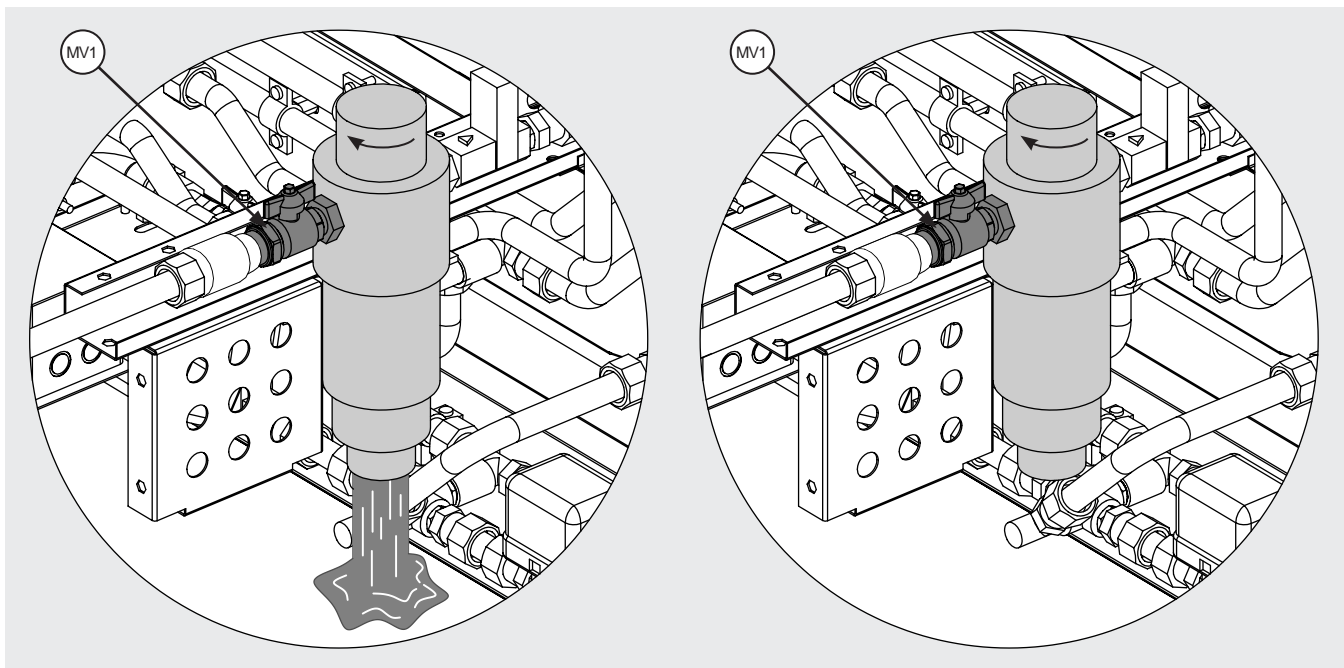

Figura 32
- 12.17.7 Asegúrese de que dispone de agua de red y de que la válvula manual (MV1) situada antes del filtro está abierta (véase la Figura 32).
- 12.18.5 Asegúrese de que el modelo está apagado, según 12.1 - 12.4, y de que el circuito adiabático del modelo está aislado: cierre la válvula (MV1) en la entrada, véase la Figura 32.
- 12.18.12 Cuando haya terminado, abra la válvula (MV1) previamente abierta, véase la Figura 32.
- 12.22.10 Limpie el filtro de agua de entrada según el punto 12.17 con la válvula (MV1) cerrada (véase la Figura 32). Los residuos saldrán del filtro junto con el agua que contiene.